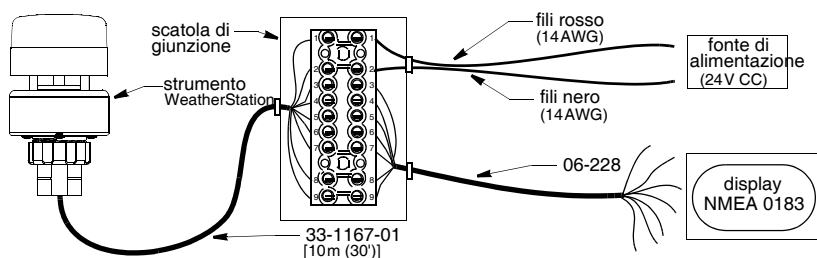

Figura 6. Cablaggio della scatola di giunzione (non in scala)
Instradate il cavo della WeatherStation verso una scatola di giunzione (vedi Figura 6). Instradate un cavo separato dalla scatola di giunzione al display NMEA.
2. Strip Spellate il rivestimento esterno per 60mm (2-1/2") e ripiegate lo schermo dell'estremità tagliata (vedi Figura 6 o 7).